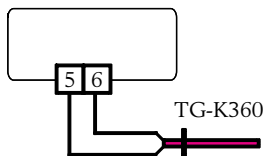

Abb. 7
- Abb. 7: Anschluss des Begrenzungsgebers